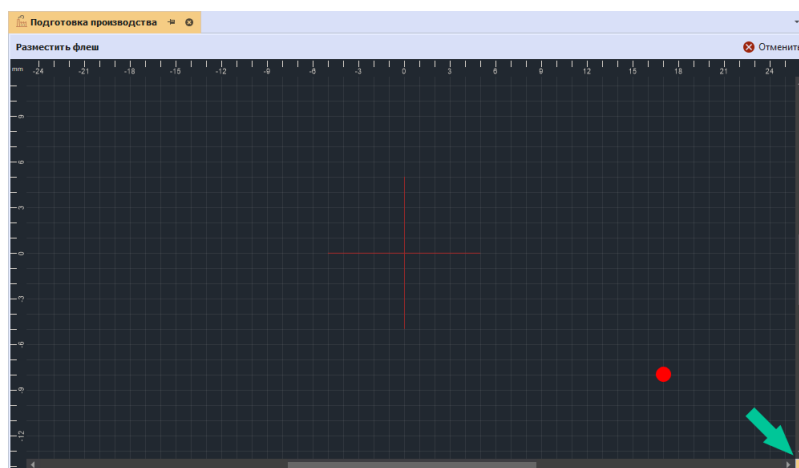

Рис. 168 Переход к вводу координат курсора мыши
2. Нажмите на квадрат, расположенный в правом нижнем углу окна графического редактора («Ctrl+Space»), см. Рис. 168.